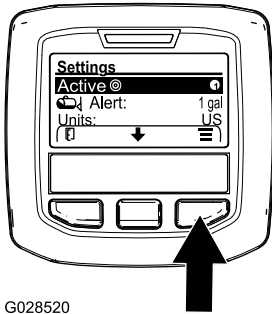

Figura 69
2. Pulse el botón de selección central para destacar el ajuste Caudal de aplicación activo (Figura 69).
3. Pulse el botón de selección derecho para alternar entre el caudal de aplicación 1 y 2 (Figura 69).